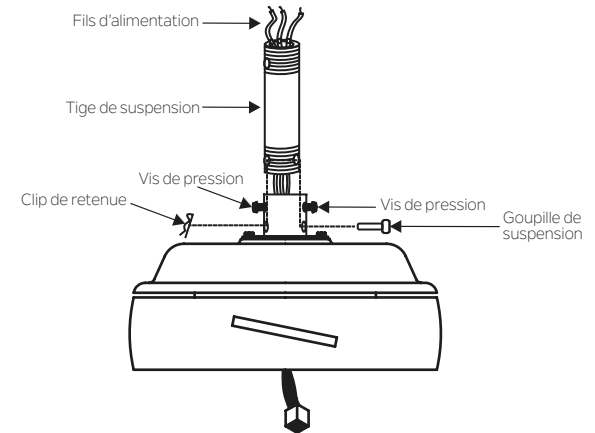

Fig. 8
**Étape 6.** Desserrez les deux vis de pression et enlevez la goupille ainsi que le clip de retenue d'accouplement sur le dessus du moteur. (Fig. 8)
Remplacez ensuite la goupille et le clip de retenue. Serrez les deux vis de pression. (Fig. 8)